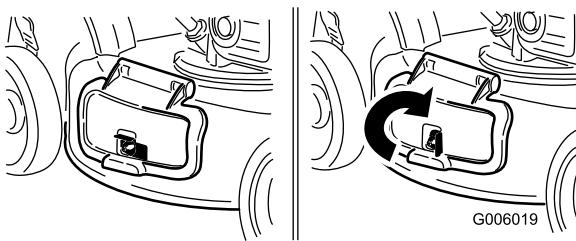

Bild 35
**Wichtig:** Verriegeln Sie die Seitauswurfklappe nach dem Schließen (Bild 35).